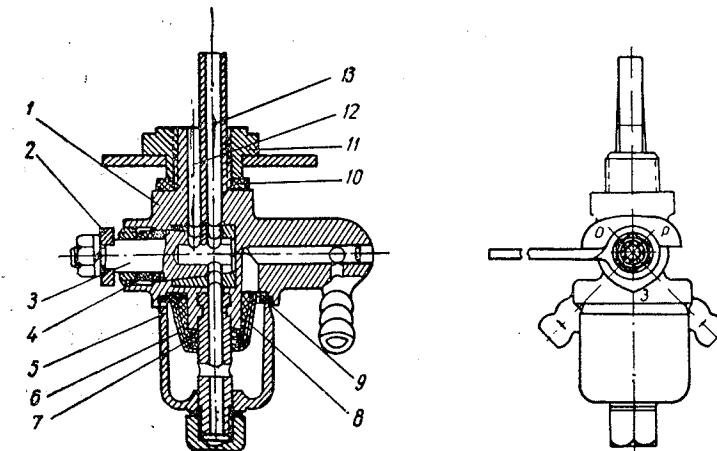
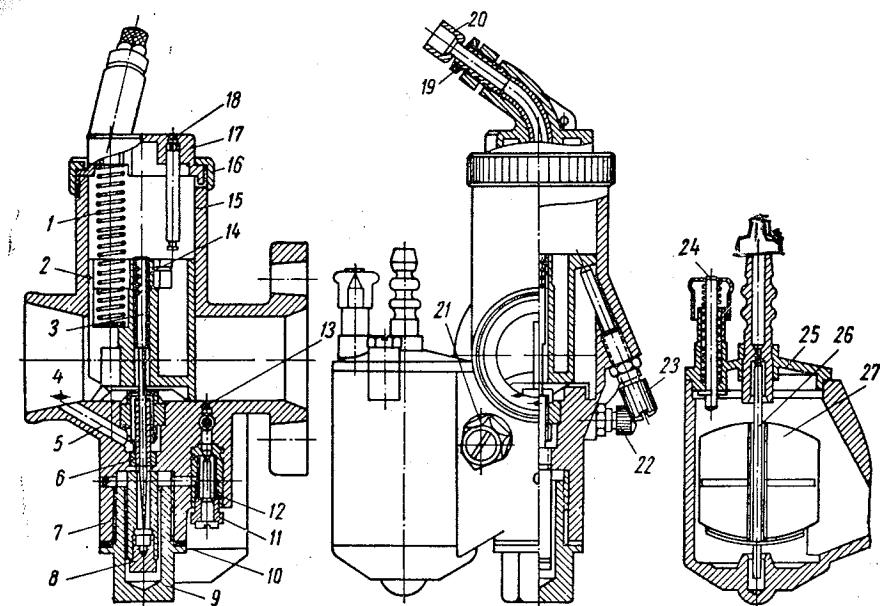

Рис. 4. Бензокранник:
Рис. 8. Карбюратор К-37А:
- открыть бензокранник (рис. 4), поставив его рукоятку в положение *O* — «открыто». Буквы на краннике обозначают: *Z* —
Для предохранения топливной системы от загрязнения в бензокранике имеется сетчатый фильтр (см. рис. 4) и отстойник 5, а на штуцер 9 (рис. 8) карбюратора надевается мелкая металлическая сетка 7.
При разборке карбюраторов нужно отвернуть штуцер 9 (рис. 8), промыть напаянную на нем сетку, а главный жиклер 8 продуть воздухом. Для чистки жиклера ни в коем случае нельзя применять стальную проволоку, так как это может вызвать из-